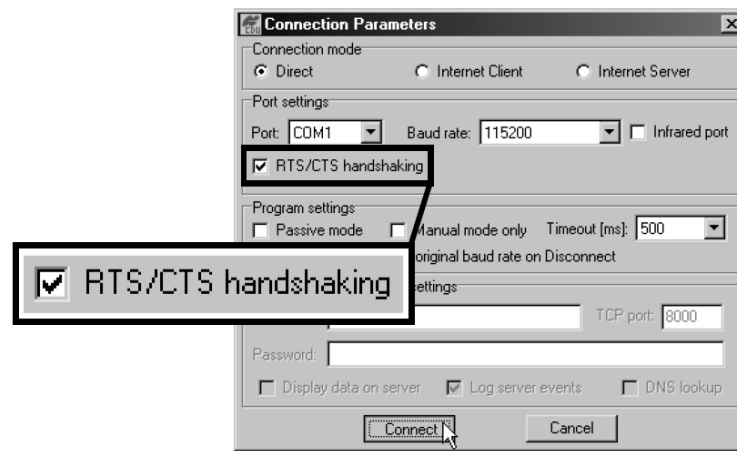

Рисунок 4-2. Параметры соединения – подтверждение использования RTS/CTS
- В диалоговом окне **Connection Parameters** выберите “RTS/CTS handshaking” (квитирование RTS/CTS), см. рис. 2-15, и щелкните на кнопке *Connect* (Соединить), см. рис.4-2.